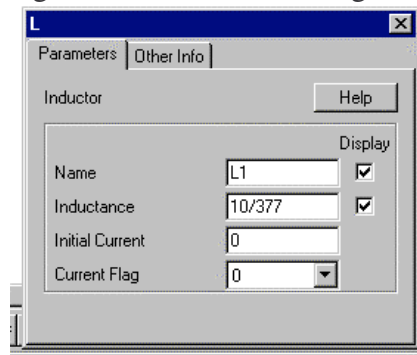

Figura 3: Menu para atribuição de valores aos parâmetros do componente
- c. Correntes em bipolos podem ser medidas sem a utilização de “probe”, habilitando-se o “Flag de corrente” (“current flag”=1, de acordo com a figura 3).
- d. O nome do componente é definido inicialmente pelo programa e pode ser livremente alterado pelo usuário (figura 3). O nome e os valores dos parâmetros podem ou não ser exibidos na tela dependendo da habilitação da variável “display” no menu do componente (figura 3). Para componentes mais complexos (filtros, trafos, transistores, etc) quando o texto do menu é insuficiente para a clara compreensão do significado de cada parâmetro, recomenda-se a utilização do botão help, ou uma consulta ao manual do software (disponível no diretório do PSIMCAD).